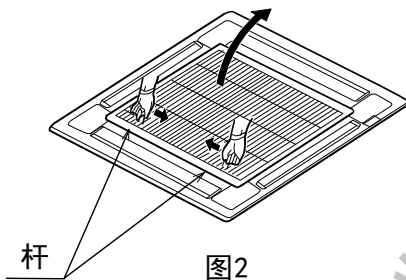

图2
- ① 将进风栅上的杆向里推，然后提起杆的一侧(参阅图2)。